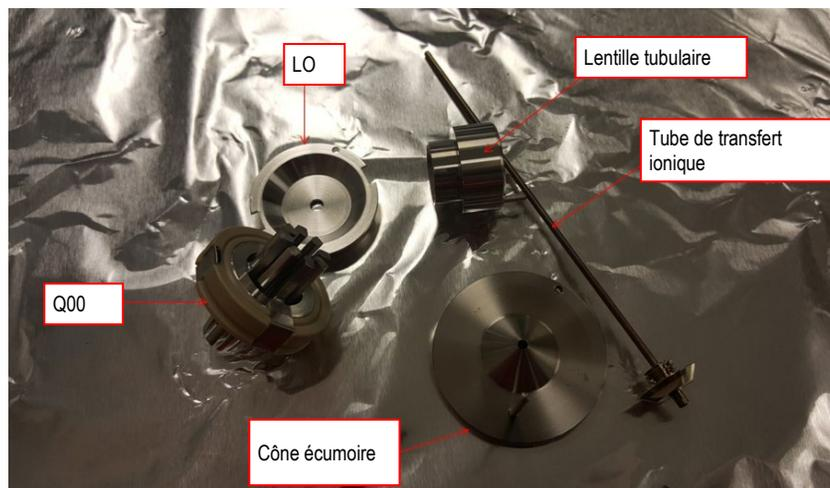

Figure 121 : Pièces optiques
- 18) Toutes les pièces du système optique sont maintenant séparées et prêtes à être nettoyées. Voir Figure 121 : Pièces optiques.